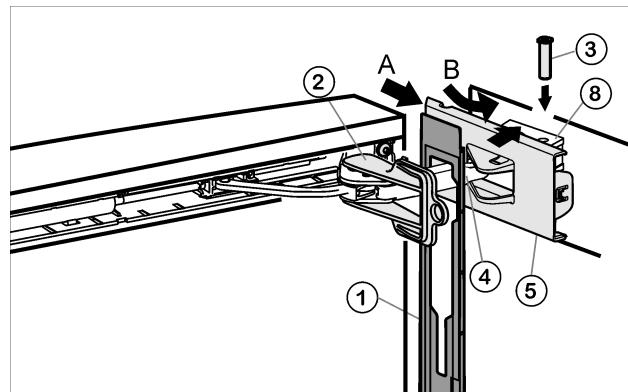

Fig. 18
- ▶ Accrocher le panneau Fig. 18 (1) sur l'étrier de l'amortisseur Fig. 18 (4), de telle sorte à ce que l'ergot d'encliquetage pointe vers l'intérieur et la face avant de l'appareil.
- ▶ Pousser le cache Fig. 18 (5) depuis l'extérieur (A) et le faire pivoter au-dessus de l'élément pivotant Fig. 18 (8) (B).
- ▶ Poser le cache Fig. 18 (5) et l'encliquer jusqu'au premier enclenchement.
- ▶ Tirer l'étrier de l'amortisseur Fig. 18 (4) vers l'élément pivotant et enfoncer à nouveau le pivot Fig. 18 (3) à partir du haut, de telle sorte à ce que le carré repose dans l'évidement.
- ▶ Bloquer maintenant le cache Fig. 18 (5) complètement sur l'élément pivotant Fig. 18 (8).
- ▶ Retirer le dispositif d'arrêt Fig. 18 (2) en le tournant.
- ▶ Faire encliquer le panneau Fig. 18 (1) à la porte.